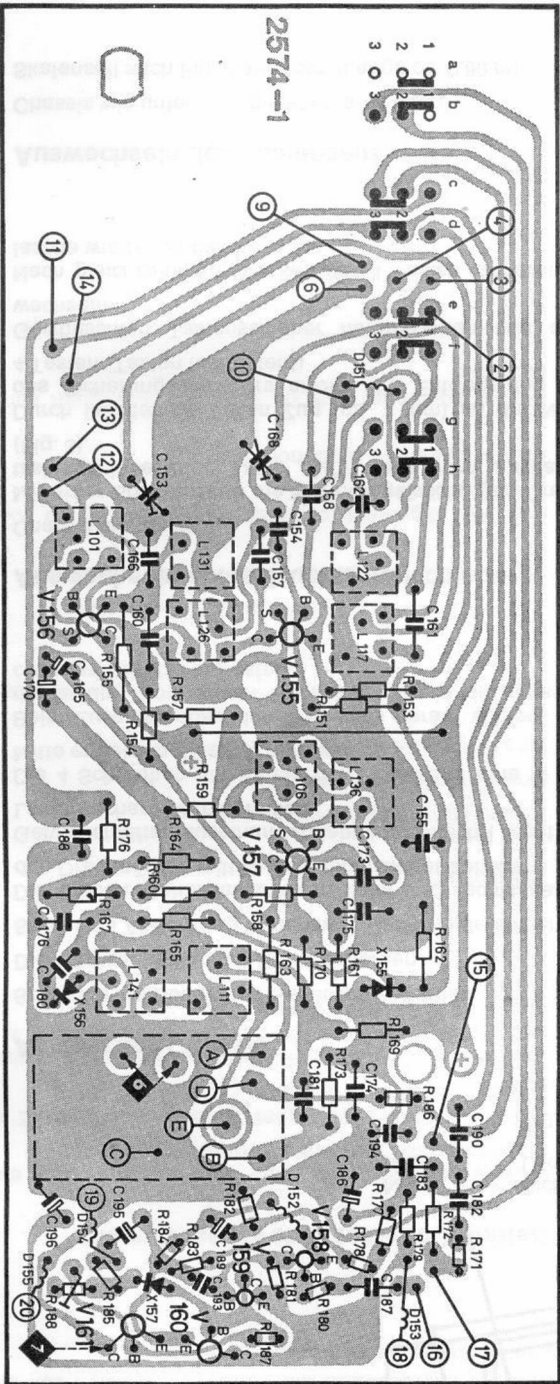

Fig. 7
- 2.2 In die Kollektorleitung von V 161 (7) Fig. 7 ein Milliamperemeter schalten (Multavi V, Meßbereich 15 mA).
- 2.2 Connect an ammeter (Multavi V, measuring band 15 mA) to the collector lead of V 161 (7), fig. 7.
- 3.7 Bei FM ein hochohmiges Voltmeter ($R_i \geq 50 \text{ k}\Omega/\text{V}$) parallel zu R 58 anschließen, (6), Fig. 7.
- 3.7 For FM alignment connect VTVM ($R_i \geq 50 \text{ k}\Omega/\text{V}$) parallel to R 58, (6), fig. 7.